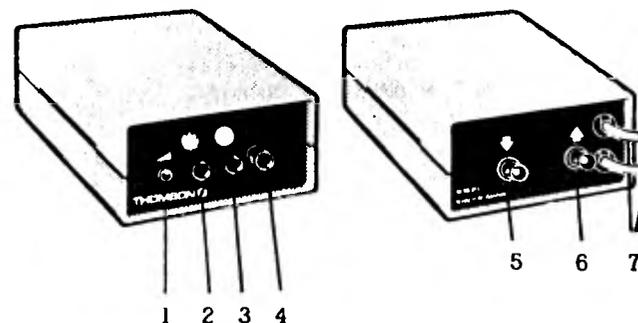

Fig. 1
II)-DESCRIPTION (fig. 1)
Après avoir raccordé l'extension numérisation à l'unité centrale, vous devez tout d'abord effectuer un réglage de base de l'appareil sans que le signal vidéo soit connecté. Pour cela, tournez les boutons de réglage (3) et (4), (fig. 1) à fond vers la gauche. Si vous positionnez maintenant le bouton de réglage de luminosité (2) à peu près au milieu de la plage de réglage, vous atteignez un point où le témoin lumineux de mise sous tension (1) est soit allumé, soit éteint ; c'est la position médiane de réglage optimum. Vous pouvez à présent connecter le signal vidéo au moyen de la prise BNC d'entrée.
Si, dans le programme décrit ci-dessus, vous sélectionnez le pictogramme "caméra", l'image numérisée apparaît sur le moniteur (le signal vidéo étant connecté). Dès lors, vous pouvez modifier la luminosité et régler une trame large ou fine de l'image, à l'aide des boutons de réglage (3) et (4), (fig. 1). Selon les données expérimentales, le facteur de trame correct dépend du sujet de l'image. C'est ainsi que pour les photographies de dessins très contrastés on peut travailler en trame large, tandis que pour les portraits, une trame plus fine est recommandée.